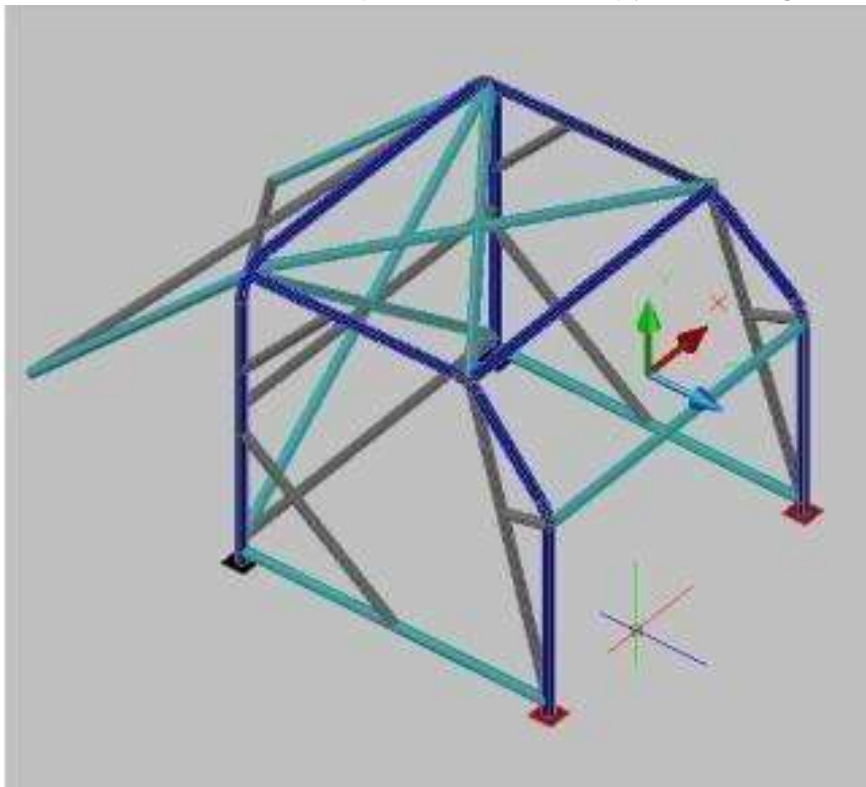

Figura 9
- k) Modelul de roll cage recomandat este cel descris în Figura 9 îmbinat și fixat prin sudură (albastru: țevă diametrul exterior 42,2mm - bleu: țevă diametrul exterior 38,0mm - gri: țevă diametrul exterior 38,0mm pentru elementele opționale de rigidizare).